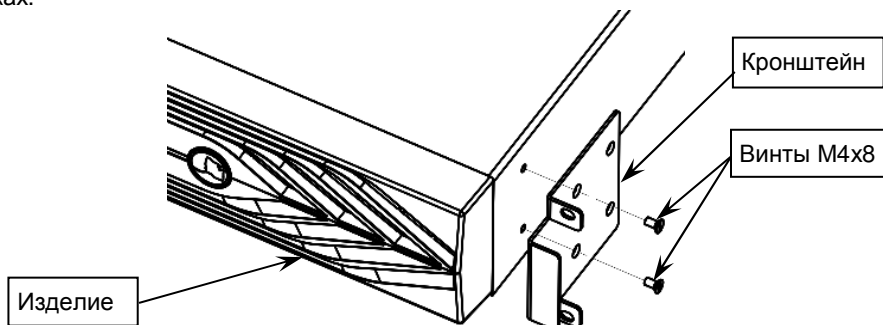

Рисунок 4 — Установка кронштейнов на корпус изделия
Изделие размещается на полке или угловых кронштейнах 19” стойки или телекоммуникационного шкафа и крепится с помощью двух монтажных кронштейнов (см. рисунок 4).
- при необходимости подключить более одного батарейного блока, каждый последующий батарейный блок подключается к предыдущему по схеме подключения первого блока к ИБП. Подключение каждого дополнительного батарейного блока осуществляется кабелем, входящим в его комплект поставки (см. рисунок 4).